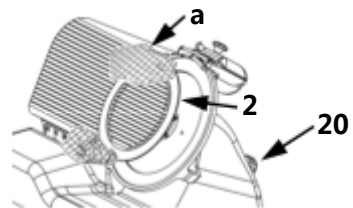

Abb. 30
Für die Reinigung des Messers benötigen Sie Schnittschutzhandschuhe (a, Abb. 30) und ein feuchtes Tuch.
- Um die Messerabdeckung (2) zur Reinigung abzunehmen, lösen Sie die Befestigungsschraube (20) an der Rückseite des Gerätes (Abb. 30) und nehmen Sie die Messerabdeckung (2) ab.
- Zum Reinigen der Rückseite des Messers (1) und des Messerschuttringes (3) wie folgt vorgehen:
- die Messerabdeckung (2) abnehmen (Abb. 30);